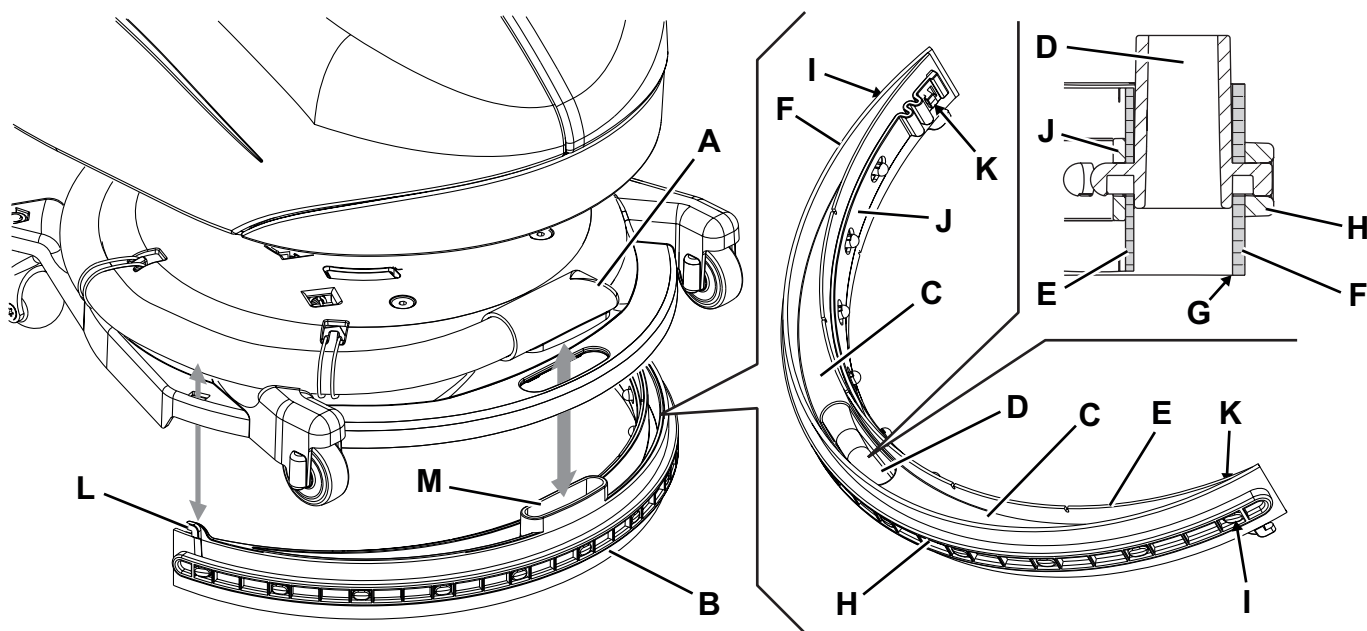

Рис. 6
2. Проверьте, чтобы ручка выбора функции (31) была в положении «0», и отсоедините коннектор аккумулятора (7).
3. Полностью поверните платформу щетки/прокладкодержателя (12) против часовой стрелки.
4. Отсоедините вакуумный шланг (А, Рис. 6) от швабры.
6. Вымойте и очистите швабру. В частности, очистьте отсеки (С) и отверстие вакуумной системы (D).
7. Проверьте передний скребок (Е) и задний скребок (F) на предмет их целостности, отсутствия порезов и разрывов; в случае необходимости замените их (см. порядок действий в следующем разделе).
2. Проверьте передний скребок (Е, Рис. 6) и задний скребок (F) на предмет их целостности, наличия порезов и разрывов; при необходимости замените их. Проверьте, не изношен ли передний угол (G) заднего скребка; в противном случае переверните скребок, чтобы поменять местами изношенный угол с целым. Если другие углы также изношены, замените скребок, как показано.
- Снимите фиксирующий ремень (H), отстегнув его от защелок (I).
- Замените (или переверните) задний скребок (F), затем установите обратно ремень.
- Снимите фиксирующий ремень (J), отстегнув его от защелок (K).
3. Установите швабру (В), аккуратно вставив крюки (L) и отверстие вакуумной системы (M) в гнезда платформы для щеток.